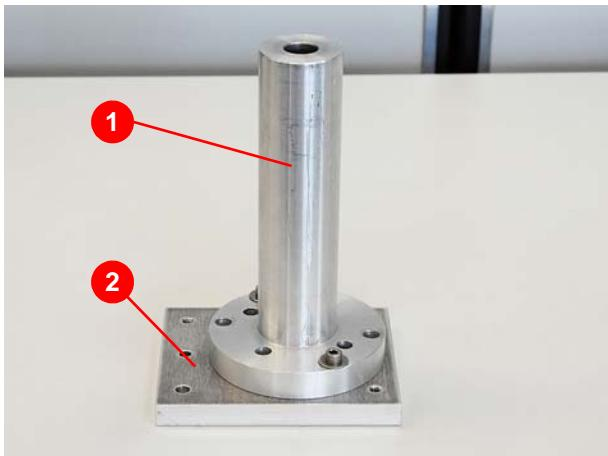

Abbildung 7.10 Justagetubus und Grundplatte
13. Justagetubus (1) (Abbildung 7.10) mit der Grundplatte (2) verschrauben.